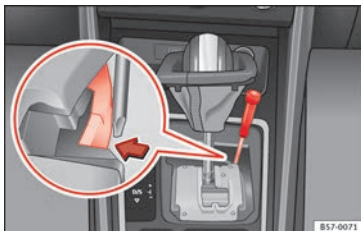

Fig. 56 Leva selettoria: sblocco di emergenza dalla posizione di parcheggio.
- Aiutandosi con un cacciavite, premere lateralmente il gancio giallo di sblocco » **fig. 56** e tenerlo premuto.